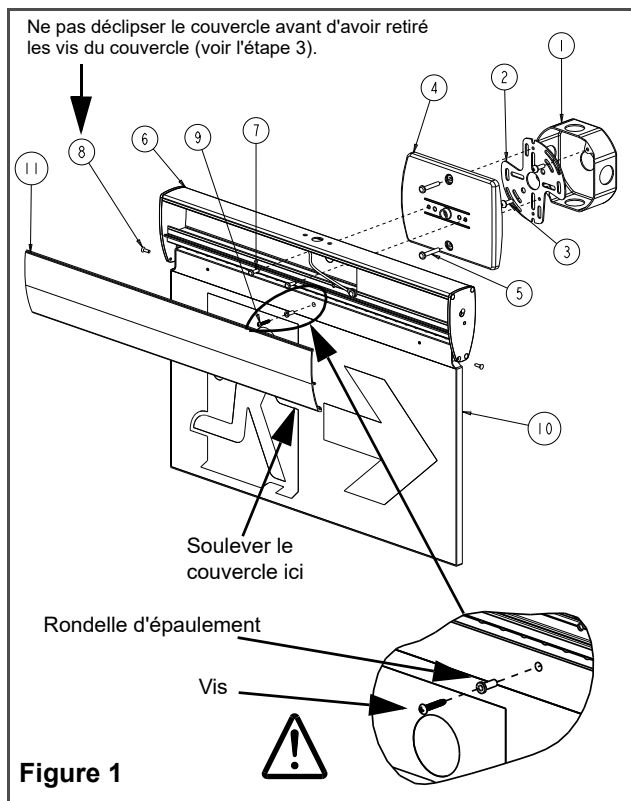

Figure 1
3. Retirer les 2 vis inférieures (8) de la face avant du couvercle et les mettre de côté pour les réinstaller ultérieurement. (voir figure 1)
4. Détacher manuellement le couvercle (11) en soulevant le bas du couvercle et le retirer. Remarque: si le couvercle est difficile à soulever, utilisez un tournevis à tête plate pour faire délicatement levier sur le couvercle à l'endroit indiqué dans la figure 1.
Montage mural (voir figure 1)